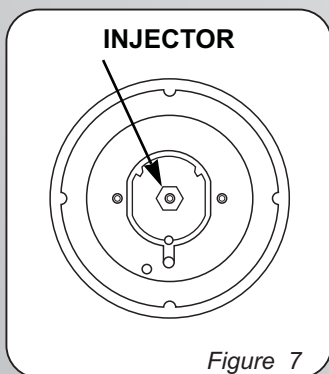

Figure 7
- вставьте шестигранный ключ (7 мм) в основание конфорки (рис. 7)